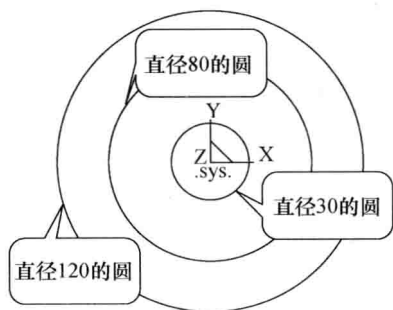

图 1-11 绘制圆
① 按 F5 键，选择 XY 平面作为绘图平面，单击“圆”按钮，选择“圆心_半径”方式。按字母键“S”，拾取坐标原点，按回车键，输入半径“30”，单击；输入半径“80”，单击；输入半径“120”，单击，结果如图 1-11 所示。